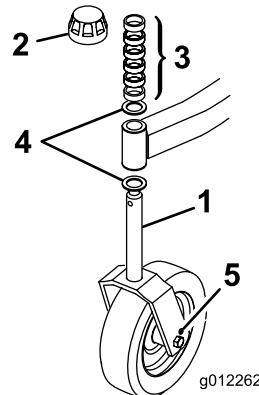
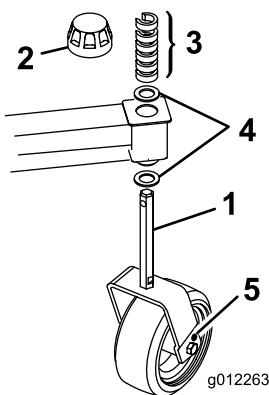

Figura 11
Figura 12
2. Faça os furos de 1,11 cm de diâmetro (Figura 11 e Figura 12) em cada lado das forquilhas da roda giratória com 1,27 ou 1,30 cm de diâmetro.
1. Retire a tampa de fixação do eixo rosado e desloque o fuso para fora do braço da roda giratória frontal. Retire a anilha do eixo. Desloque os espaçadores para o eixo para obter a altura de corte desejada e, em seguida, desloque a anilha para o eixo (Figura 11).
2. Empurre o eixo da roda giratória através do braço da roda giratória frontal, instale a outra anilha de apoio e espaçadores restantes no eixo e instale a tampa de fixação para prender o conjunto (Figura 11).
1. Retire a tampa de fixação do eixo (Figura 12).
2. Remova ou adicione espaçadores em forma de "C" na parte mais estreita do eixo, por baixo da roda giratória, para obter a altura de corte desejada (Figura 12). Certifique-se de que as anilhas de encosto, não os espaçadores, estão em contacto com a parte superior e inferior do braço.
3. Volte a montar a tampa de fixação para fixar a estrutura (Figura 12).